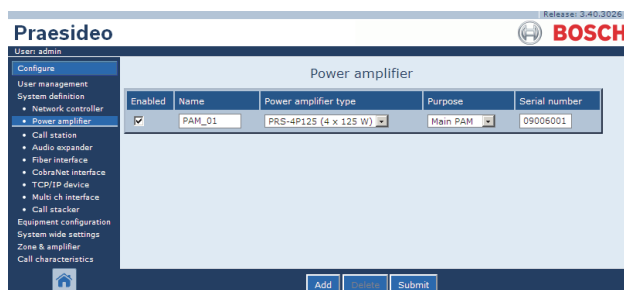

figura 43.7: Nuovo amplificatore di potenza, passaggio 4
- 3 Inserire i dati dell'amplificatore di potenza (per un esempio, vedere figura 43.7).
- 4 Fare clic sul pulsante *OK* per aggiungere l'amplificatore di potenza all'elenco degli amplificatori di potenza del sistema. Nella cornice principale dell'interfaccia web, appare una schermata simile a quella in figura 43.7.